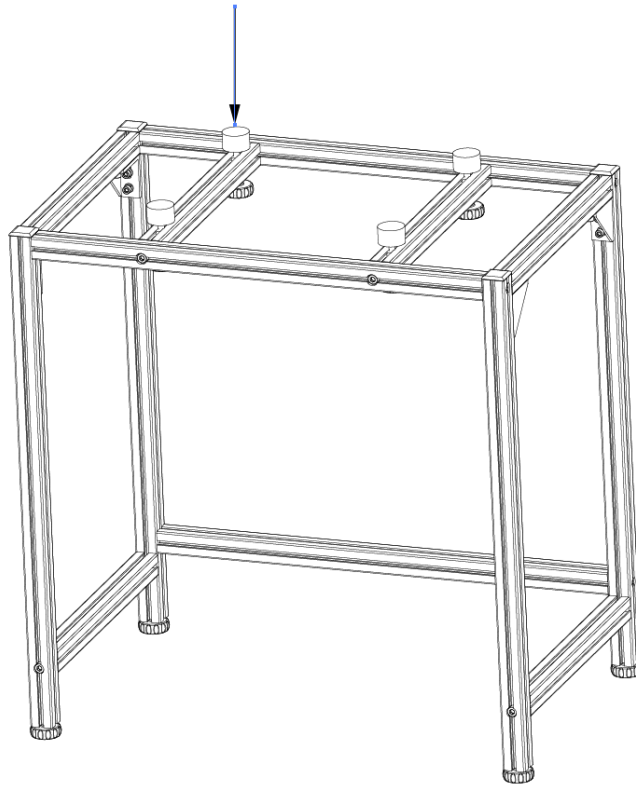

Fig. 4
6. Fissare i 4 blocchetti in gomma in modo dimostrato in fig. 4.